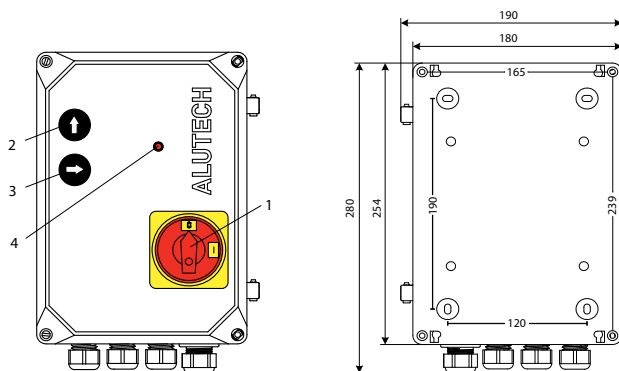
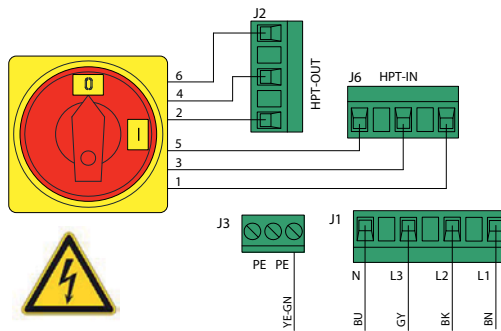

Рисунок 1. Блок управления (размеры указаны в миллиметрах)
Рисунок 3. Подключение сети и сетевого выключателя
Блок предназначен для управления компонентами перегрузочного оборудования. Непосредственно для перегрузочной платформы с телескопической (выдвижной) аппарелью, оснащенной 2-клапанным гидравлическим агрегатом. На крышке корпуса блока расположены выключатель сети **1** (рис. 1), кнопки управления **2** и **3**, светодиод индикации **4**.
HL1	Светодиод, сигнализирующий о работе кнопок управления 2 и 3 (рис. 1). Светит, если нажата кнопка управления
J1	Разъем подключения сети (рис. 3)
J2	Разъемы подключения выключателя сети 1 (рис. 1, рис. 3).
J10	Разъем подключения кнопок управления 2 и 3 , светодиода 4 (рис. 1, рис. 7)
Положение установленной переключки в разъемах J12 и J13 запоминается при переключении выключателя сети 1 (рис. 1) из положения 0 (положение «Выключено») в положение I (положение «Включено») и сохраняется в течении работы блока управления. При необходимости изменения положения переключки в разъемах J12 и J13 отключите блок от сети, установите переключку в требуемое положение и включите блок в сеть.
1. Для подачи напряжения питания на модуль блока управления переключите выключатель сети **1** (рис. 1) в положение **I** (положение «Включено»).
Если после включения блока управления не светит или моргает светодиод **4** (рис. 1), то перейдите к разделу 7 «Неисправности и рекомендации по их устранению».
6. После успешного выполнения пробных циклов, платформа должна вернуться в исходное положение. Для отключения напряжения питания переключите выключатель сети **1** (рис. 1) в положение **0** (положение «Выключено»).